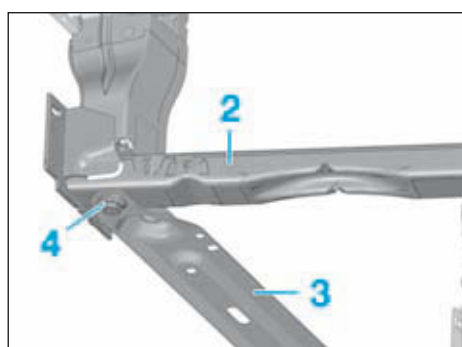

FIG.4
- Contrôler la position avec (Fig.4) :
- L'allonge du berceau avant (2).
- La traverse inférieure avant (3).
- La vis de fixation (4).